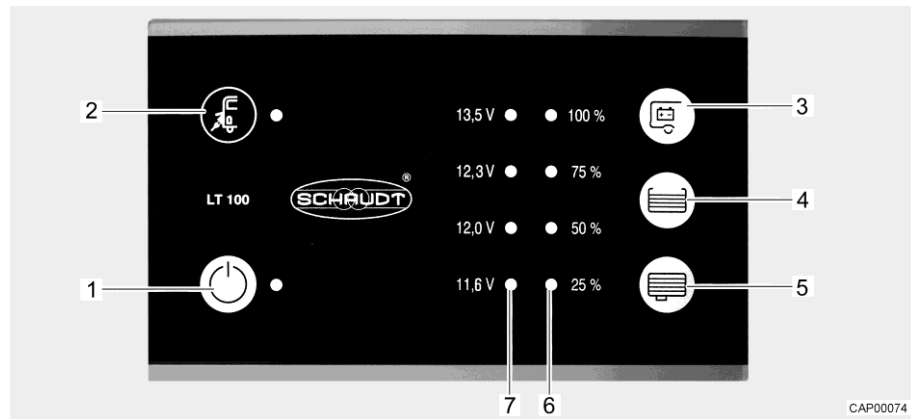

Fig. 70 Panel (LT 100)
El LED amarillo en el símbolo de conexión a la red "☑" (Fig. 70,2) estará iluminado mientras que el vehículo esté conectado a una alimentación de red externa. Entonces, el LED también estará iluminado al estar el panel desconectado.
El interruptor principal de 12 V (Fig. 70,1) conecta y desconecta el panel y la alimentación de 12 V del habitáculo.
- Pulsar el interruptor "⏻" (Fig. 70,1): La alimentación de 12 V del habitáculo está conectada. El LED está iluminado de color verde.
- Volver a pulsar el interruptor "⏻" (Fig. 70,1): La alimentación de 12 V del habitáculo está desconectada. El LED se apaga.
La serie de LED (Fig. 70,7) indicará la tensión de batería de la batería del habitáculo del modo siguiente:
- Pulsar la tecla "E" (Fig. 70,3): Indica la tensión de la batería del habitáculo.
La serie de LED (Fig. 70,6) indicará el nivel de llenado del depósito de agua potable o del depósito de aguas residuales.
**Indicar el nivel de llenado:** Pulsar la tecla "☰" (Fig. 70,4): Los LED iluminados indicarán el nivel de llenado del depósito de agua potable.
Pulsar la tecla "☷" (Fig. 70,5): Los LED iluminados indicarán el nivel de llenado del depósito de aguas residuales.